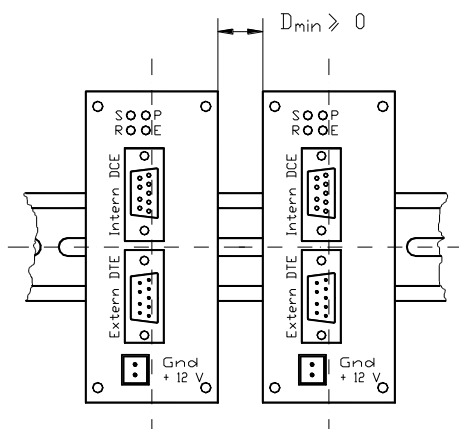

Abb. 2.4.1: FWU-Anordnung
Bei der Montage mehrerer Fernwirkumsetzer in einer Reihe ist die Einhaltung eines Mindestabstandes D_{\min} nicht erforderlich. Die Funktion der Fernwirkumsetzer ist Lagenunabhängig. Die Montage kann somit in jeder beliebigen Lage erfolgen, Abb. 2.4.1.
6. Die Leiterplatte ist in das Gehäuse zu schieben. Hierbei ist die richtige Einbaulage (siehe Abb. 2.4.1 und 2.4.3) einzuhalten.